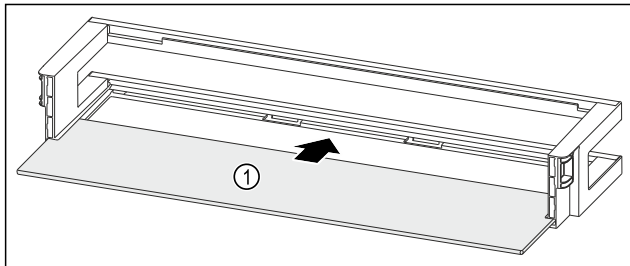

Fig. 129 Balconnet de contre-porte avec tablette de rangement
- Insérer la tablette de rangement Fig. 129 (1) dans les évidements latéraux.